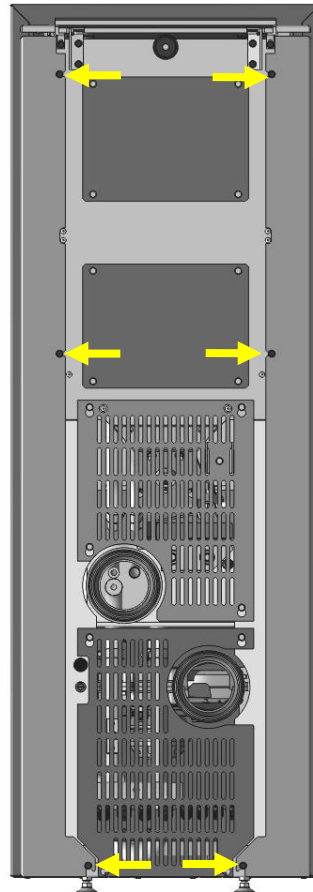

Fig. 21 : vis arrière
3. Desserrez les 6 vis à l'arrière du poêle (Fig. 21).